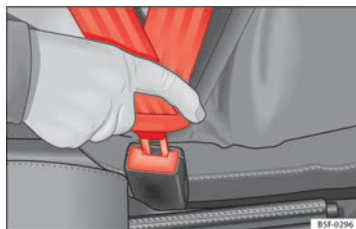

Fig. 11 Cierre y lengüeta del cinturón de seguridad.
- Introduzca la lengüeta en el cierre del asiento correspondiente hasta que se encastre de un modo audible ⇒ fig. 11.